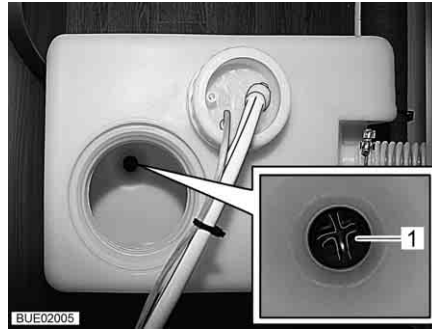

Fig. 189 Réservoir d'eau (25 l)
- Ouvrir la fermeture (Fig. 189,1) dans le fond du réservoir avec un tournevis cruciforme.